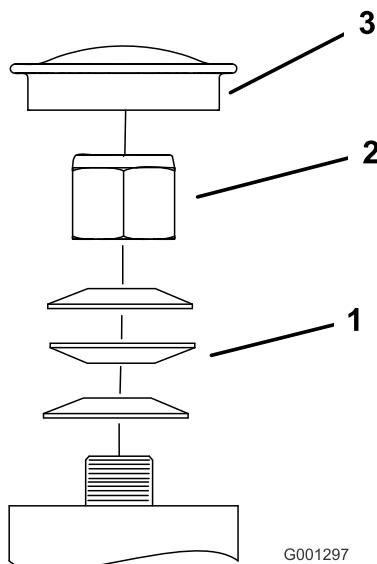

Figure 65
3. Retirez le capuchon antipoussière de la roue pivotante et serrez le contre-écrou (Figure 65).
4. Continuez de serrer le contre-écrou jusqu'à ce que les rondelles élastiques soient aplatis, puis desserrez-le de 1/4 de tour pour obtenir la précharge correcte des roulements (Figure 65).
Important: Veillez à placer les rondelles élastiques comme montré à la Figure 65.
5. Remettez le capuchon antipoussière en place (Figure 65).